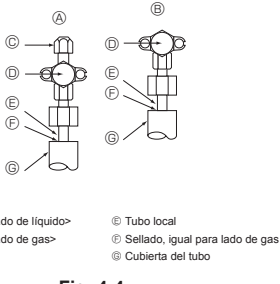

Fig. 4-4
4.4. Prueba de fuga de gas del tubo de refrigerante (Fig. 4-4)